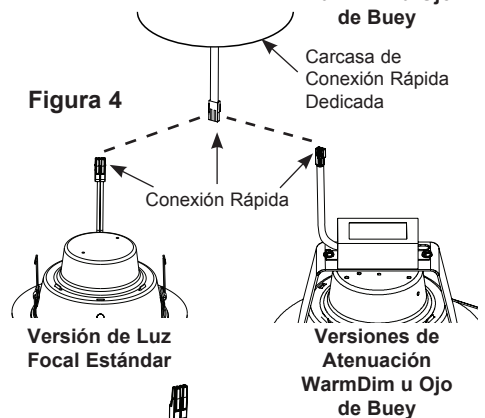

Figura 4
**Instalación en carcasas de conexión rápida dedicada:** Enchufe el conector proporcionado en el borde al conector de acoplamiento en la carcasa presionando firmemente para asegurar que los conectores estén bien sujetos (Figura 4).